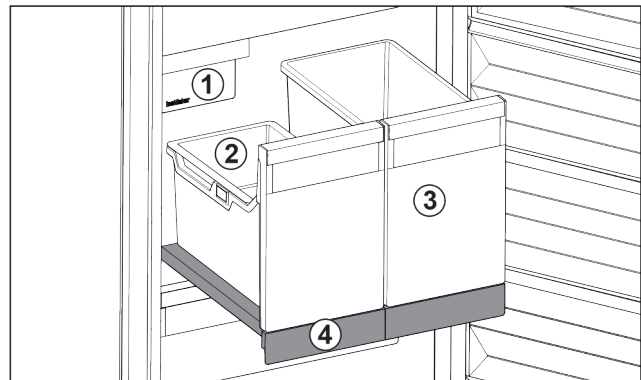

Fig. 88 Выдвижная панель с IceTower
На выдвижной панели находятся два высоких контейнера (IceTower). В контейнере Fig. 88 (2) собираются и хранятся кубики льда из IceMaker. Контейнер Fig. 88 (3) подходит для хранения высоких продуктов, таких, как пицца или алкогольные напитки.